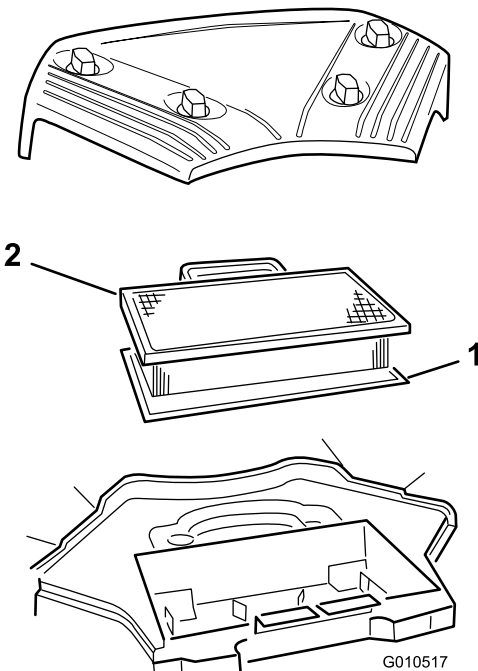

Figura 23
1. Manopola (4)
3. Togliete la cartuccia di carta e l'elemento in schiuma sintetica (Figura 23).